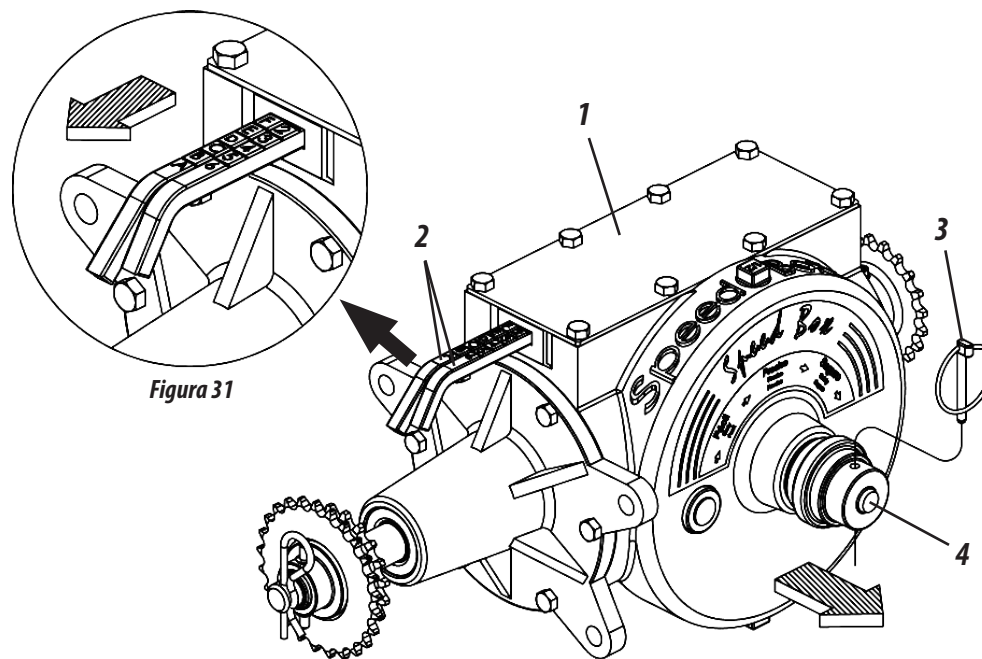

Figura 31
SPEED BOX (FIGURA 31)
- 1- Seleccione la cantidad deseada en las tablas y verifique la combinación correspondiente en las palancas (2). **Ejemplo:** Posición **F2** en la tabla, indica que la palanca con letras debe estar en la posición "**F**" y la palanca con números debe estar en la posición "**2**", **conforme muestra la figura 31.**
- 2- Para mover las palancas, retire la traba (3), tire la manopla (4) y luego regule las palancas conforme el ejemplo arriba. Al terminar la combinación, retorne la manopla (4) y recoloque la traba (3).